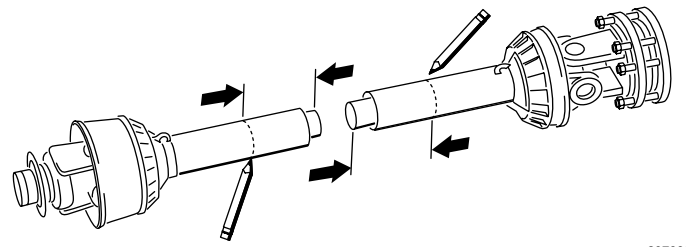
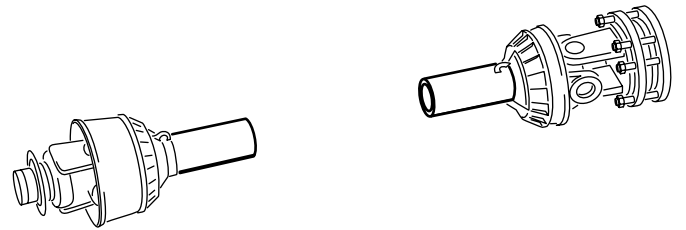

Figura 18
Figura 19
13. Usando las dimensiones determinadas en el paso 8, localice, marque y recorte el protector y el tubo de cada mitad de la TDF (Figura 18 y Figura 19).